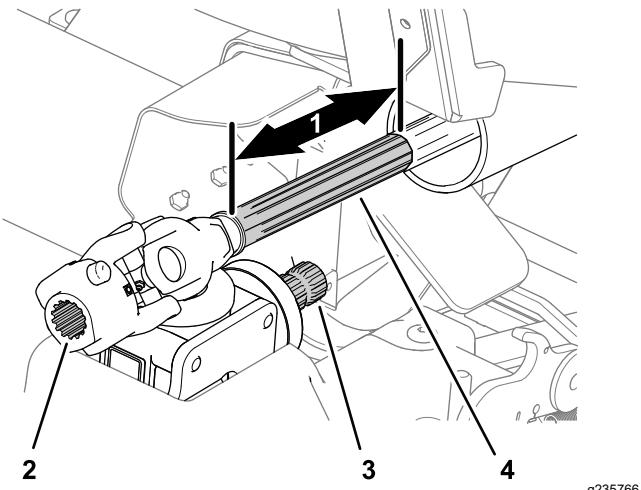

Bild 54
2. Ziehen Sie die vordere Hälfte der Antriebswelle (**Bild 54**) um 25 cm nach vorne.
3. Reinigen Sie die Keile der Getriebewelle und die Keile der Antriebswelle (**Bild 54**).
4. Reinigen Sie die Gleitoberfläche der vorderen Antriebswelle (**Bild 54**).
5. Tragen Sie Gleitmittel auf die Keile der Getriebewelle und der Antriebsgelenkkupplung auf (**Bild 54**).
6. Tragen Sie Gleitmittel auf die Gleitoberfläche der vorderen Antriebswelle auf (**Bild 54**).